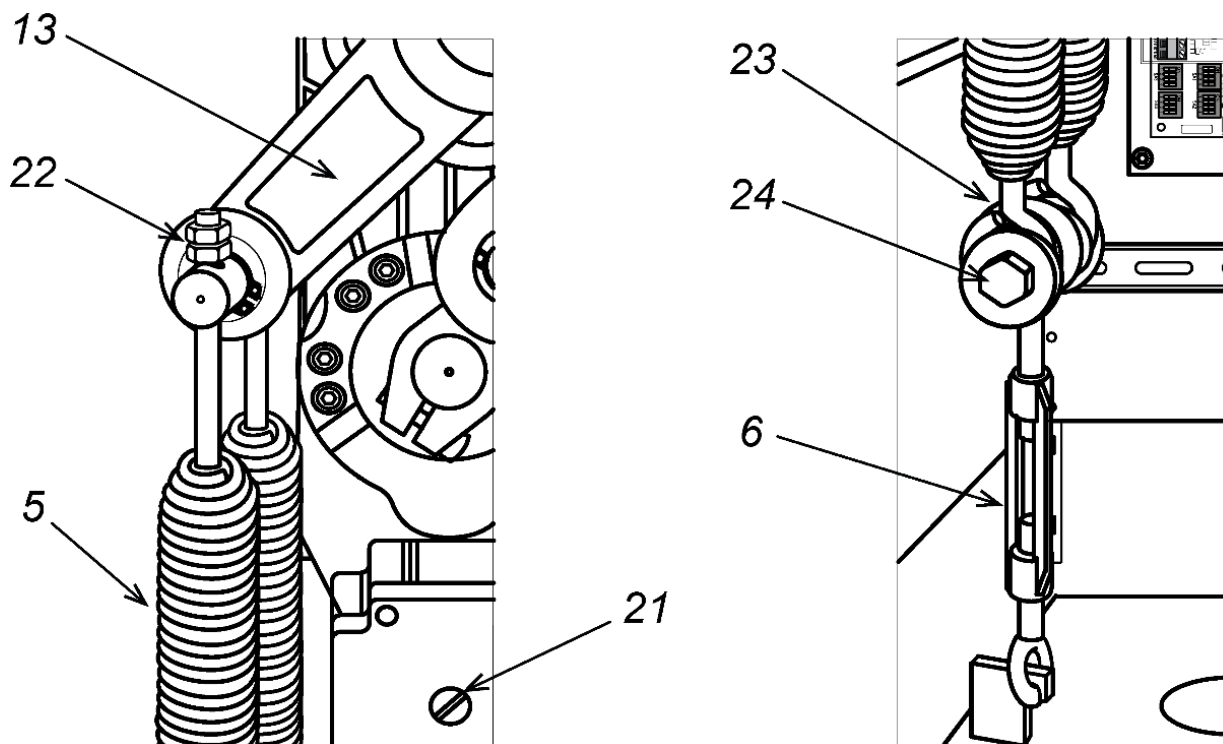

Рисунок 12. Установка балансировочных пружин
Для предохранения механизма шлагбаума от сильного горизонтального воздействия на стрелу (наезда) в ее конструкции предусмотрены саморазрушающиеся пластиковые элементы. Это могут быть либо пластиковые предохранители, установленные на переходной пластине стрелы GBR (см. рис. 12), либо в качестве предохранителей могут использоваться пластиковые винты М6 вместо металлических для крепления стрелы. Для замены поврежденных при наезде элементов в комплекте стрелы имеется их запас.
Для предохранения механизма шлагбаума от сильного горизонтального воздействия на стрелу (наезда) в ее конструкции предусмотрены саморазрушающиеся пластиковые элементы. Это могут быть либо пластиковые предохранители, установленные на переходной пластине, либо в качестве предохранителей могут использоваться пластиковые винты М6 вместо металлических для крепления стрелы (см. рис. 12). Для замены поврежденных при наезде элементов в комплекте стрелы предусмотрен их запас.
Установите хомут крепления стрелы на переходную пластину шестью болтами М6 – затяжка предварительная. Вставьте конец стрелы в полость между хомутом и переходной пластиной, выровняйте ее по обрезам и окончательно затяните болты (рис. 12).
5. Также регулировать натяжение пружин можно при помощи гаек (22) на верхних шпильках пружин (см. рис. 12), при этом над гайками у обеих пружин должно быть примерно одинаковое количество витков резьбы, но не менее 3-5 витков.